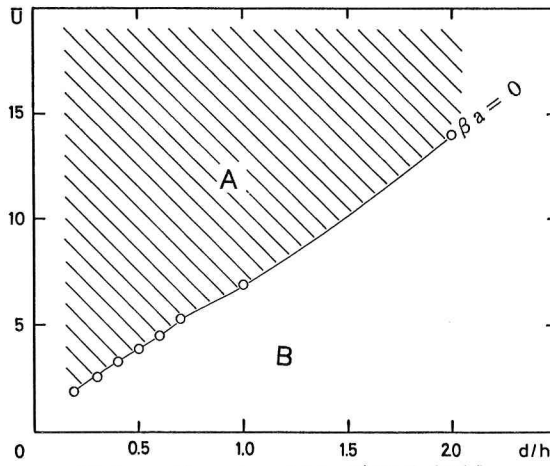
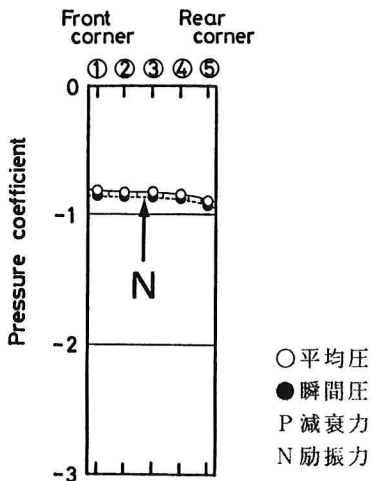
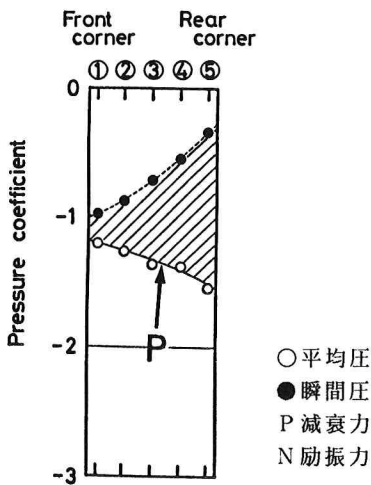

図1 ギャロッピング発生領域
図2 圧力分布図 ($\bar{U} = 2.0$)
図3 圧力分布図 ($\bar{U} = 5$)
4. 実験結果 図1は自由振動実験より得られたスプリッタ板付き矩形断面柱のギャロッピングの発生領域を表している。励振が発生している領域Aと発生していない領域Bにおける、側面圧力分布図と流れの可視化写真を図2,3および写真1,2にそれぞれ示す。ここでは1例として $d/h=1.0$ のモデルの結果を示した。図2および写真1は励振が生じているときのものであり、図3および写真2は減衰領域にあるときのものであり、それぞれ図1におけるAおよびBに対応している。これらはいずれも正の迎角最大の瞬間、すなわち下方運動中の中立点通過の瞬間のものであり、圧力分布図は、モデルの下面における平均圧とその瞬間の圧力の側面にわたる分布を描いたものである。瞬間圧が平均圧より負圧側にあれば、下面側の圧力が上面側より低いことになり、すなわち励振力が働いていることになる。
図2より、ギャロッピングが発生しているときは側面における圧力分布は平坦で、側面全体にわたり一樣な励振力が働いていることがわかる。またそのときの流れの様子(写真1)をみると、前縁で剥離したせん断層の曲率が上面側より下面側の方が大きく、そのために上面側より下面側の方が圧力が低くなっていることが推察される。このモデル上面と下面の圧力差のために、モデルには励振を助長する方向であるところの下向きの流体力が作用し、ギャロッピングが発生する。
図3より、減衰領域では後縁側に大きな減衰力が働いている。このときモデルの下面側では、せん断層の巻き込みが阻害されてその曲率に逆転を生じており、このため圧力が回復し、反対に上面側では渦の形成があり、圧力が低下していることがわかる(写真2)。その結果としてモデルには運動を妨げる方向であるところの上向きの流体力が作用し、ギャロッピングは停止する。